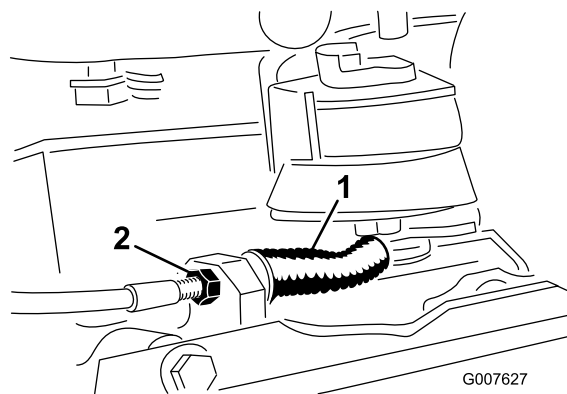

Figura 37
- Para reducir la tensión del cable, afloje la contratuerca delantera del cable y apriete la contratuerca trasera (Figura 37). Repita los pasos 1 y 2 y vuelva a ajustar si es necesario.
- Para aumentar la tensión del cable, apriete la contratuerca delantera del cable y afloje la contratuerca trasera (Figura 37). Repita los pasos 1 y 2 y vuelva a ajustar si es necesario.